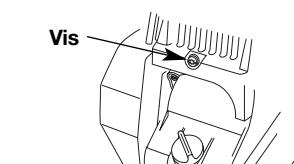

Fig. 34
3. Enlevez la vis derrière le couvercle du moteur (Fig. 34).